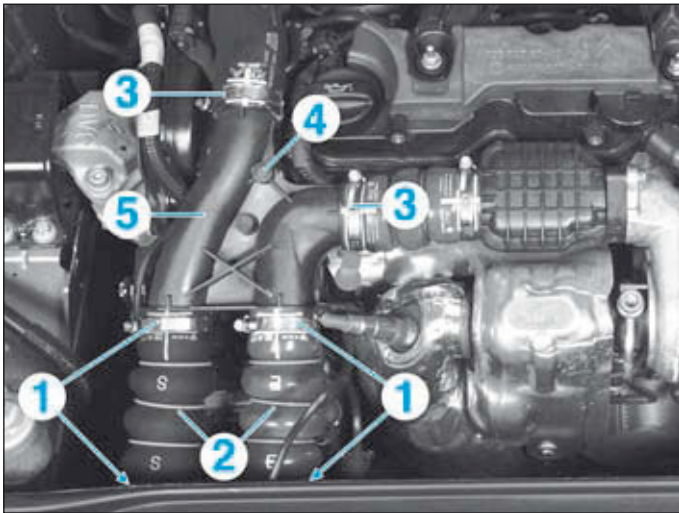
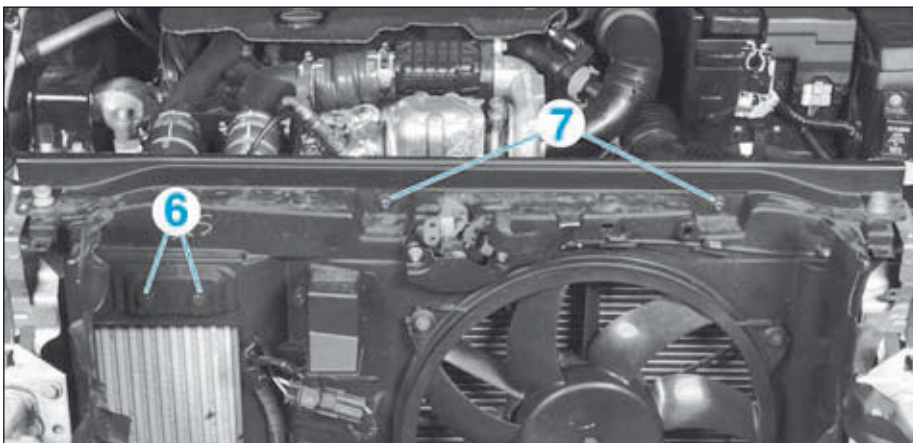

FIG.61
FIG.62
- Desserrer les colliers (1) et déposer les raccords d'air de suralimentation (2) de l'échangeur air/air (Fig.61).
- Desserrer les colliers (3).
- Déposer la vis (4) et le boîtier bypass d'air de suralimentation (5).
- Par le dessous du véhicule, sans déposer le bouclier, déposer les vis (6) et (7) (Fig.62).